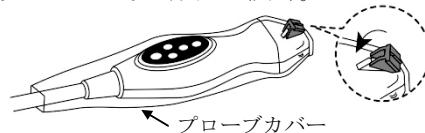

図 3
4) プローブカバーを、エコーゼリーが拭き取られないように注意しながら、超音波プローブのヘッドから被せていき、プローブケーブル途中までカバーする (図 3 参照)。
(8) ニードルガイドを使用した血管アクセス
1) (7) 超音波プローブへのプローブカバーの装着を参照し、カバーされた超音波プローブを用意する。
2) ニードルガイドキットから、使用するニードルサイズと穿刺対象部位の深度に適合するニードルガイドを選択し、超音波プローブに取り付ける (図 3)。